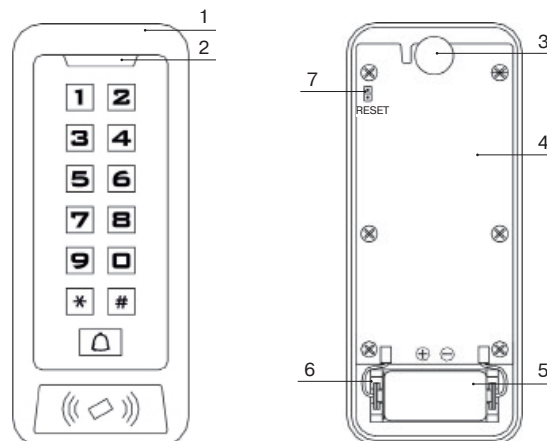

Рисунок 1
Клавиатура состоит из следующих элементов (рисунок 1): лицевая панель (1) с установленной в ней печатной платой (4), основание. Индикатор (2) выведен на лицевую панель и может включаться или выключаться в соответствии с командой, принятой от хаба.
6.4 При успешном подключении к хабу, на клавиатуре включится индикатор красным цветом на 2-3 секунды, затем вы сможете увидеть клавиатуру в приложении, а также все данные о ней. Время режима «Связывание» ограничено 100 секундами. Для возобновления режима «Связывание» необходимо кратковременно замкнуть отверткой контакты «RESET» (поз.7, рис.1).
Для определения возможности использования клавиатуры в выбранном месте необходимо нажать клавишу **Д**, после этого клавиатура отобразит качество радиосвязи с хабом на индикаторе (поз.2, рис.1) в соответствии с таблицей 4.